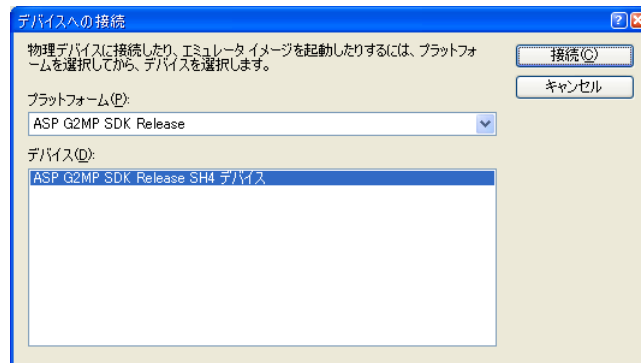

図 4-3-4-1. デバイスへの接続
- ① 「4-3-3 TCP トランスポートプログラムの起動」の作業を行います。
- ② Visual Studio 2005 のメニューから [ツール]-[デバイスへの接続] を選択します。
- ③ [デバイスへの接続] ダイアログが開きます。(図 4-3-4-1)